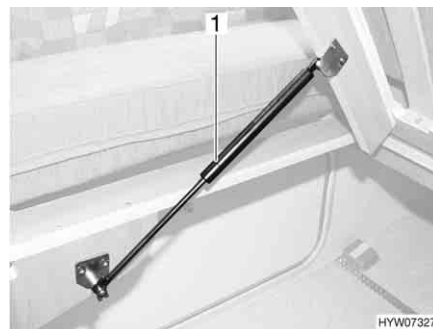

Bild 111 Festes Bett
- Lattenrost anheben. Die Gasdruck-Federn (Bild 111,1) halten den Lattenrost in geöffneter Stellung.